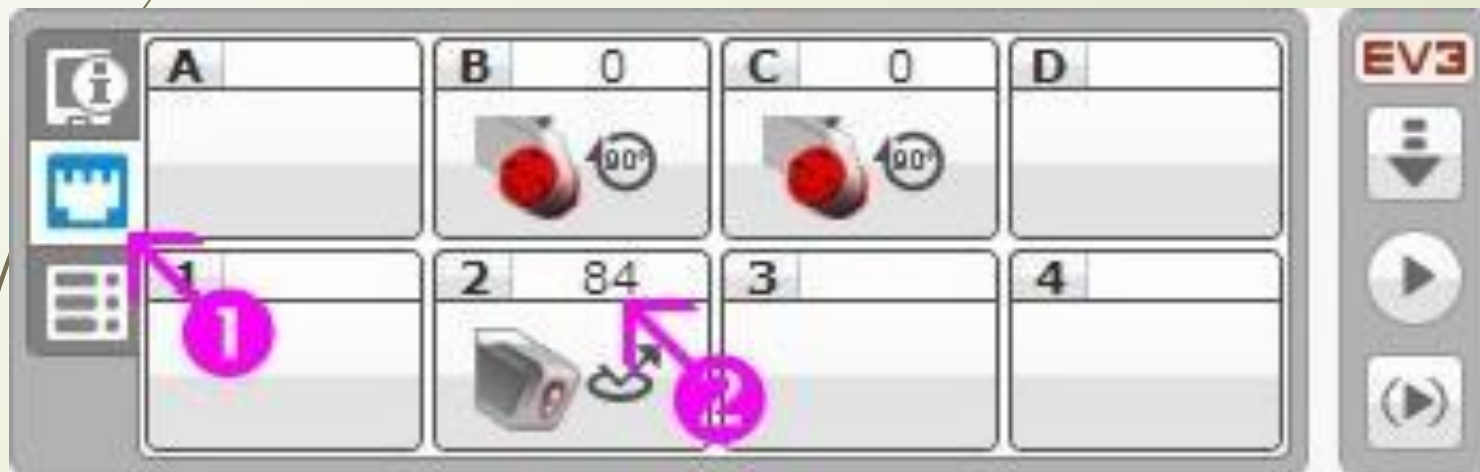
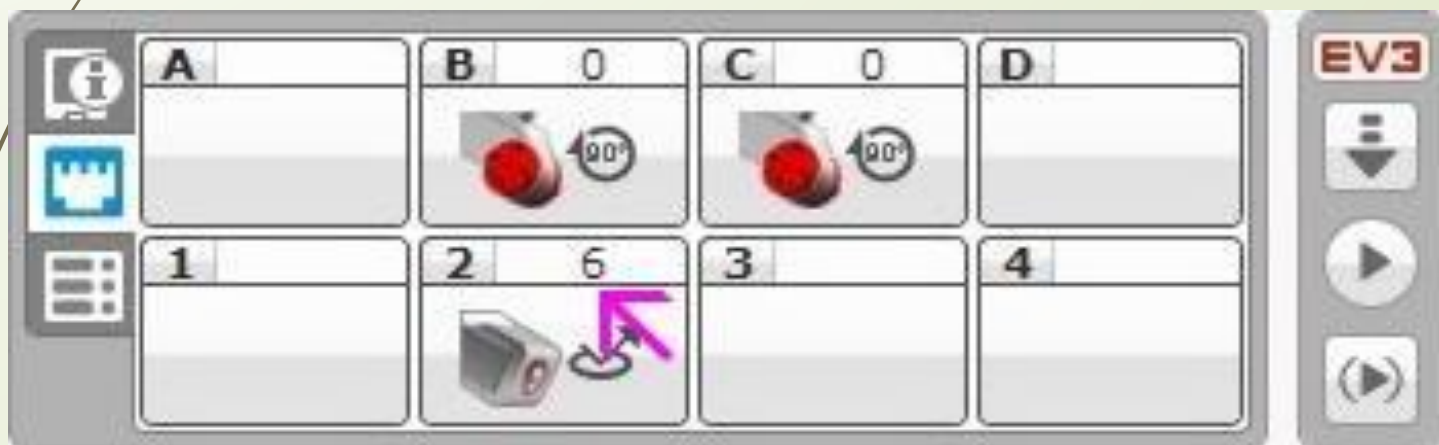

Рис. 10
Рис. 12
- Установим робота, таким образом, чтобы датчик цвета расположился над белой поверхностью. "**Страницу аппаратных средств**" среды программирования переключим в режим "**Просмотр портов**" (Рис. 10 поз. 1). В этом режиме мы можем наблюдать все выполненные нами подключения. На Рис. 10 отображено подключение к портам "B" и "C" двух больших моторов, а к порту "2" - датчика цвета.
- На **Рис. 10 поз. 2** мы видим, что значение показания датчика цвета над белой поверхностью равно **84**. В вашем случае может получиться другое значение, ведь оно зависит от материала поверхности и освещения внутри помещения: часть освещения, отражаясь от поверхности, попадает на датчик и влияет на его показания. Установив робота таким образом, чтобы датчик цвета расположился над черной полосой, зафиксируем его показания (**Рис. 12**).